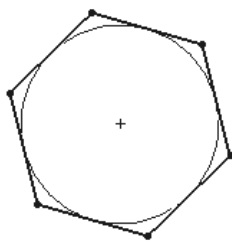

图 2.6.9 绘制的六边形
- Step 5** 定义多边形的一个角点。根据系统提示 **生成 6 边多边形**，再次单击，放置多边形的一个角点。此时，系统立即绘制一个多边形，如图 2.6.9 所示。